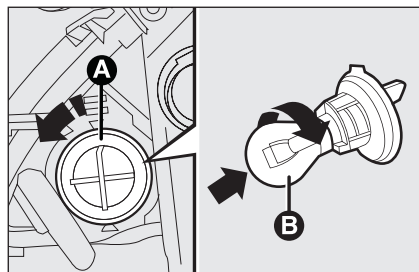

fig. 15
- ☐ Drej fatningen **A-fig. 15** mod uret, og tag den ud.